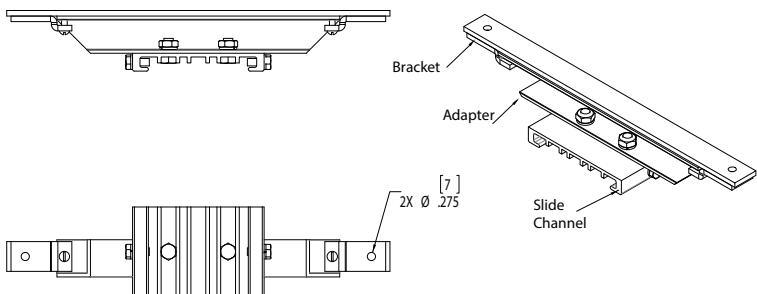

Figure 7 : Détails de la trousse de montage MagnaPro DP1050MTK
- Installer un (1) adaptateur de chemin de câbles avec support coulissant sur chaque support MP1054MTK. Faire glisser le long bord de l'adaptateur de chemin de câbles dans les fentes du support, puis serrer les deux (2) vis cruciformes aux extrémités de chaque support MP1054MTK. S'assurer que les supports coulissants sont parallèles (voir figure 7).
- Serrer à fond les vis de pression de 1/4 po sur chaque support coulissant (voir la figure 7). Visser au couple de 78 po-lb (8,8 N.m).